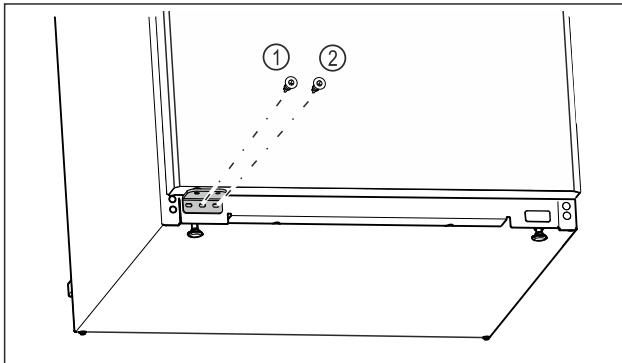

Fig. 25
- ▶ Skru hængslets midterste skrue Fig. 25 (1) fast med Torx 20-skruetrækker.
- ▶ Skru hængslets inderste skrue Fig. 25 (2) fast med Torx 20-skruetrækker.